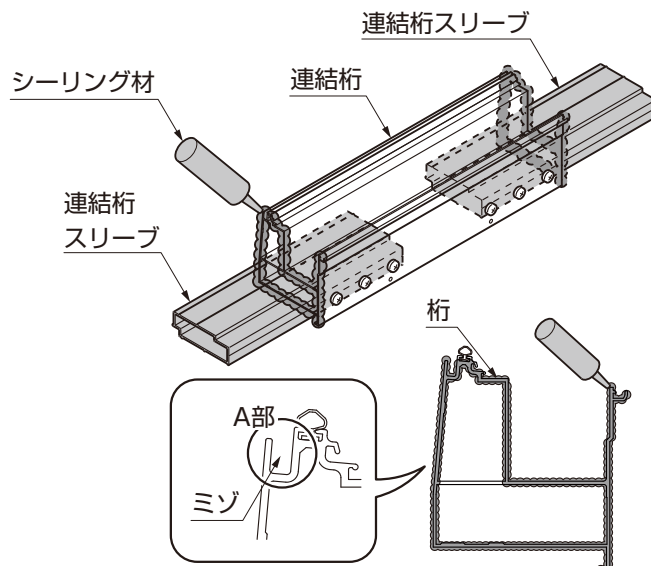

図1-21 連棟時 桁
- A部のミゾは、シーリングで埋めないようにしてください。(図1-21参照)